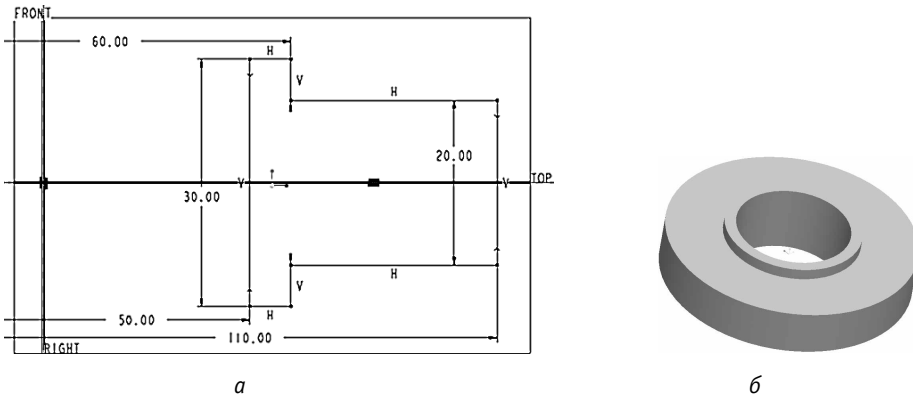

Рис. 16.122. Модель базового элемента поводка: а — эскиз; б — модель
1. Как обычно, начальные действия по формированию новой модели соответствуют п. 1–6 раздела 16.1.1. После этого базовый элемент создается операцией вращения  замкнутого контура на 360° вокруг предварительно нарисованной геометрической оси, совпадающей с плоскостью Right. Эскиз контура строится в плоскости Front, на которой вначале проводят две вспомогательные оси , совпадающие с базовыми плоскостями Right и Top, а затем относительно горизонтальной оси формируют два смежных прямоугольника , у которых удаляется общий сегмент . После задания требуемых размерных параметров сечения (рис. 16.122, а), используя кнопку , средства выделения всех размеров и механизм их коллективной корректировки , выходят из режима создания эскиза , а затем и из операции вращения  (рис. 16.122, б).